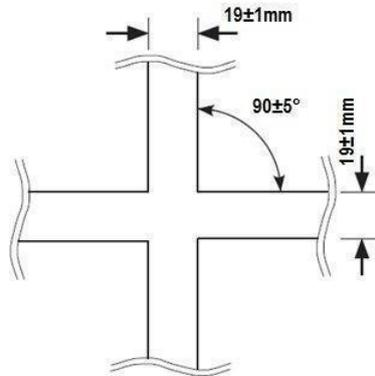

Figura 1: ângulo do cruzamento e espessura da linha
- f) Quando houver um cruzamento, o ângulo de intersecção das linhas será de $90 \pm 5^\circ$ (vide figura 1). As partes das linhas 250mm antes e 250mm depois do cruzamento serão retas.